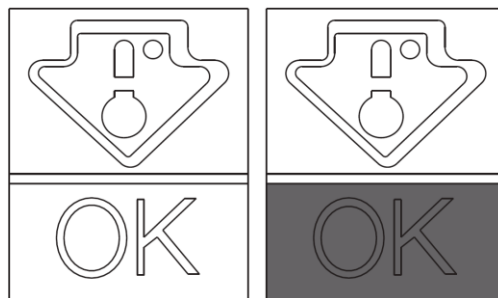

Fig. 6
• Pentru a menține cea mai bună aromă, substanțe nutritive și prospețime a alimentelor, este recomandabil să le depozitați în compartimentul frigorific, așa cum se arată în Fig. 6 de mai jos, având grijă să le înfășurați în folii de aluminiu sau de plastic sau în recipiente acoperite corespunzătoare pentru a evita contaminarea încrucișată.
Verificați dacă pe indicatorul de temperatură este afișat clar cuvântul OK (Fig. 6). Dacă cuvântul nu apare, înseamnă că temperatura este prea ridicată: reglați temperatura la o valoare mai scăzută și așteptați aproximativ 10 ore.